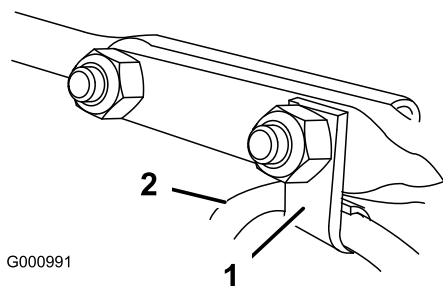

Figure 11
6. Insérez le serre-câble qui supporte le câble du déflecteur sur le boulon de carrosserie avant et fixez les boulons au moyen de contre-écrous fournis dans le sachet de pièces détachées (Figure 11).